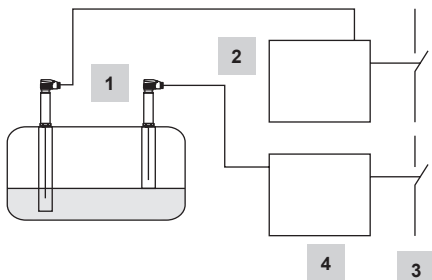

Abb. 10
- Abb. 10** Kombination aus 2 Niveauelektroden LP40 und 2 Niveauschaltern LCS3050 als Wasserstandsbegrenzer. Der Niveauschalter öffnet zwei getrennte Sicherheitskreise. Funktionale Sicherheit IEC 61508, SIL 3. Weitere Anwendungen in Übereinstimmung mit nationalen Bestimmungen